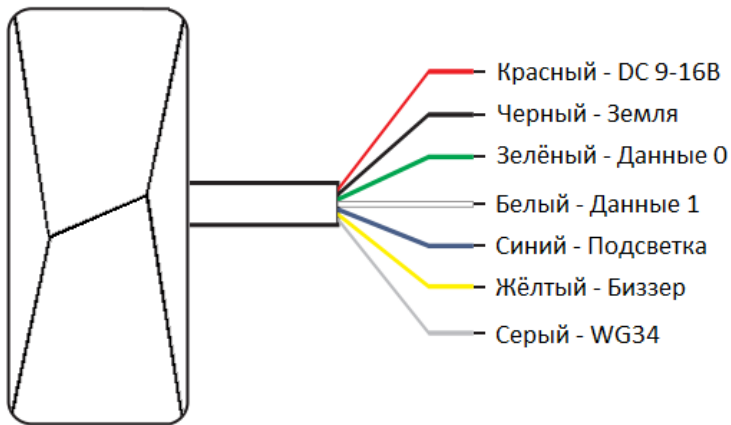

Рисунок 1. Цветовая маркировка проводов
4. Подключите считыватель к контроллеру согласно назначению проводов по цветовой маркировке (Таблица 2 и Рисунок 1).